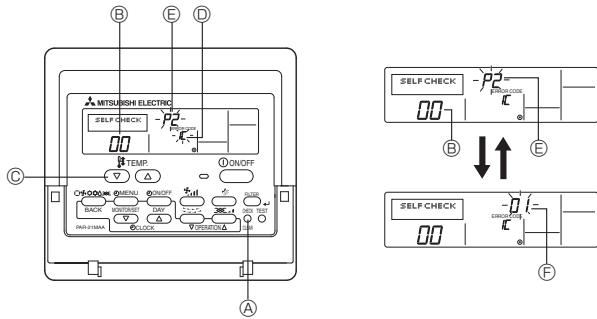

Fig. 9-3
9.3.1. Verdrahtete Fernbedienung (Fig. 9-3)
- ① Den Netzstrom einschalten.
- ② Die [CHECK] (PRÜFEN)-Taste zweimal drücken
- ③ Bei Verwendung der System-Steuerung mit der [TEMP]-Taste die Kältemitteladresse einstellen.
- ④ Zum Ausschalten der Selbstprüfung die [ON/OFF]-Taste drücken.
- (A) CHECK(PRÜFEN)-Taste